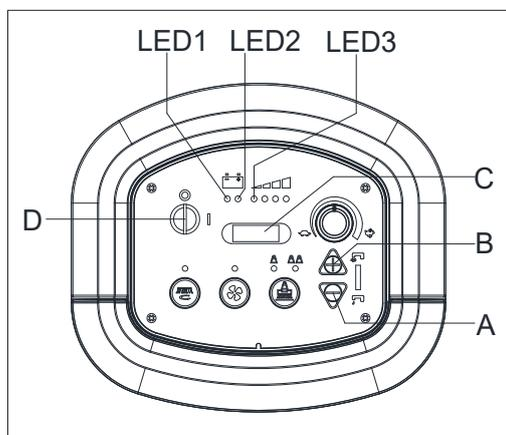

Рисунок 4.2
1. Нажмите обе кнопки (А, Рисунок. 4.2) и (В) одновременно. Вставьте ключ зажигания (D) и включите питание. Через 0.5 секунд войдите в режим настройки батареи. Во время настройки загорится светодиодный дисплей (С). Отпустите кнопки.
2. Режим может переключаться с 0 до 5 нажатием кнопки (В) или переключением с 5 до 0 нажатием кнопки (А). После завершения настройки режима батареи выключите питание (D) и новая настройка режима батареи может автоматически сохраниться.